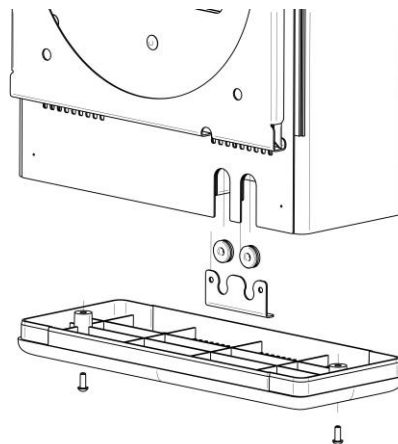

Рис. 24
13. Извлеките прижимную пластину. Вставьте резиновые втулки в пазы прижимной пластины и установите пластину на место. Установите нижнюю крышку и закрепите ее винтами, см. Рис. 24